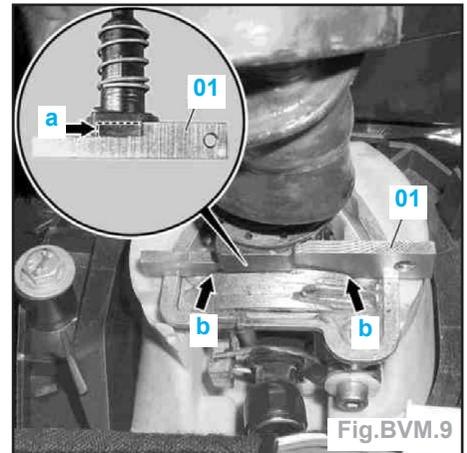

Fig.BVM.9
- Engager le calibre de réglage (01) avec l'évidement vers le haut et relâcher le levier de vitesses (3).
- Pousser le calibre de réglage (01) vers l'avant jusqu'à ce qu'il repose contre la butée du verrou de marche arrière (a) (Fig.BVM.9).